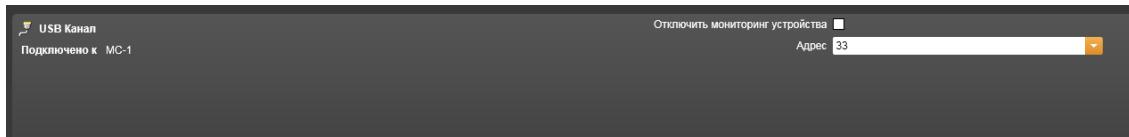

Рисунок 14.3.42 – Свойства устройства USB Канал
3) **USB Канал** (Рисунок 14.3.42).